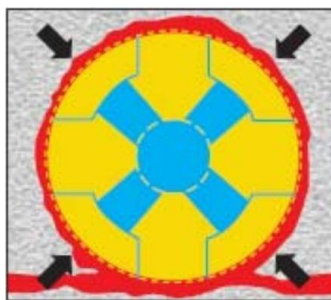

Рис. 3
- Многократное инъектирование возможно при применении в качестве инъекционного материала акрилатов Sika® или микроцементной суспензии. После инъектирования шланг SikaFuko® VT 1 необходимо прочистить с помощью вакуума и промыть водой, после чего инъекционный шланг готов для последующего инъектирования. (рис. 3 и 4)